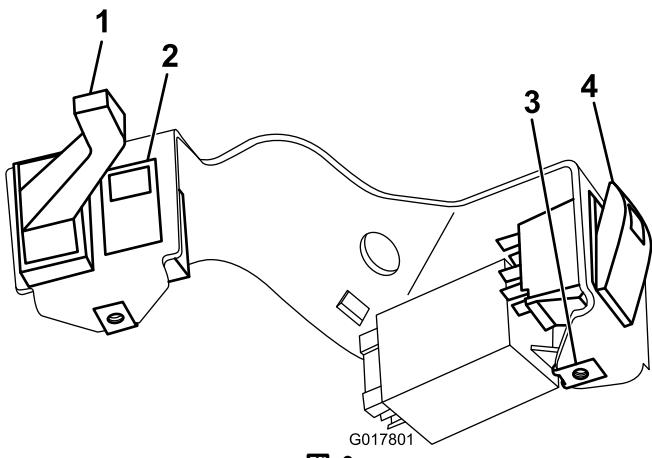

図9
- コラムブラケットに方向指示器ランプを取り付ける（図 9）。
3. コラムブラケットに方向指示器レバースイッチとハザードスイッチを取り付ける(図9)。
4. コラムブラケットに、スピードナットを通す(図9)。